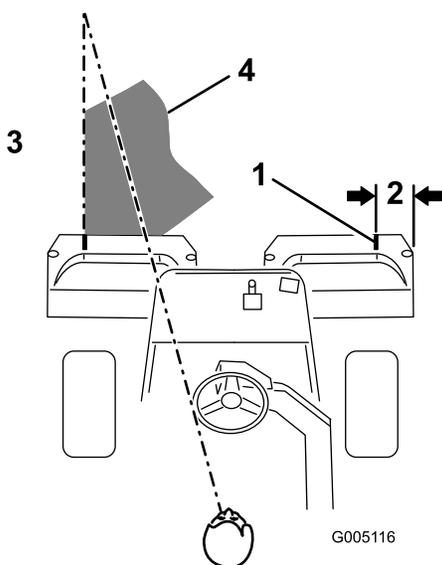

Рисунок 24
**Примечание:** Чтобы машина всегда двигалась по грину строго по прямой с одинаковым расстоянием от края предыдущей скошенной полосы, создайте воображаемый ориентир 1,8-3 м перед машиной на краю нескошенной части грина (**Рисунок 24**). Некоторым операторам удобно использовать как часть ориентира наружный край рулевого колеса, т.е. удерживать край рулевого колеса совмещенным с точкой, которая всегда находится на одном и том же расстоянии от переднего края машины.